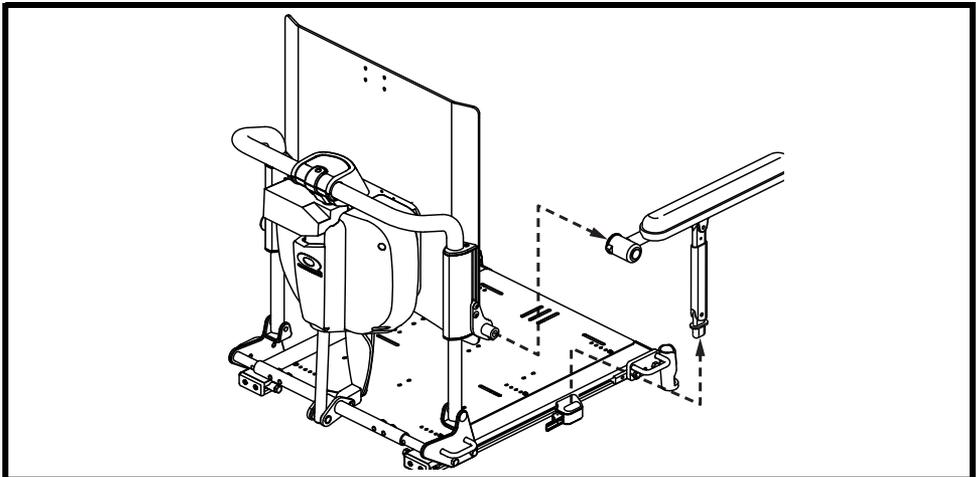

Abbildung 33. Entfernung der Armlehne
3. Ziehen Sie die Armlehne nach oben und außen, um sie vom Sitz zu entfernen. **Siehe Abbildung 33.**